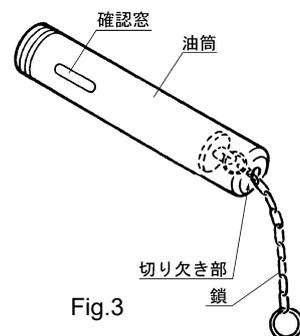

Fig.3
- 2) 油筒の鎖を手前に最後まで引出し、油筒の切り欠き部に鎖を引っ掛けてください。(Fig.3)